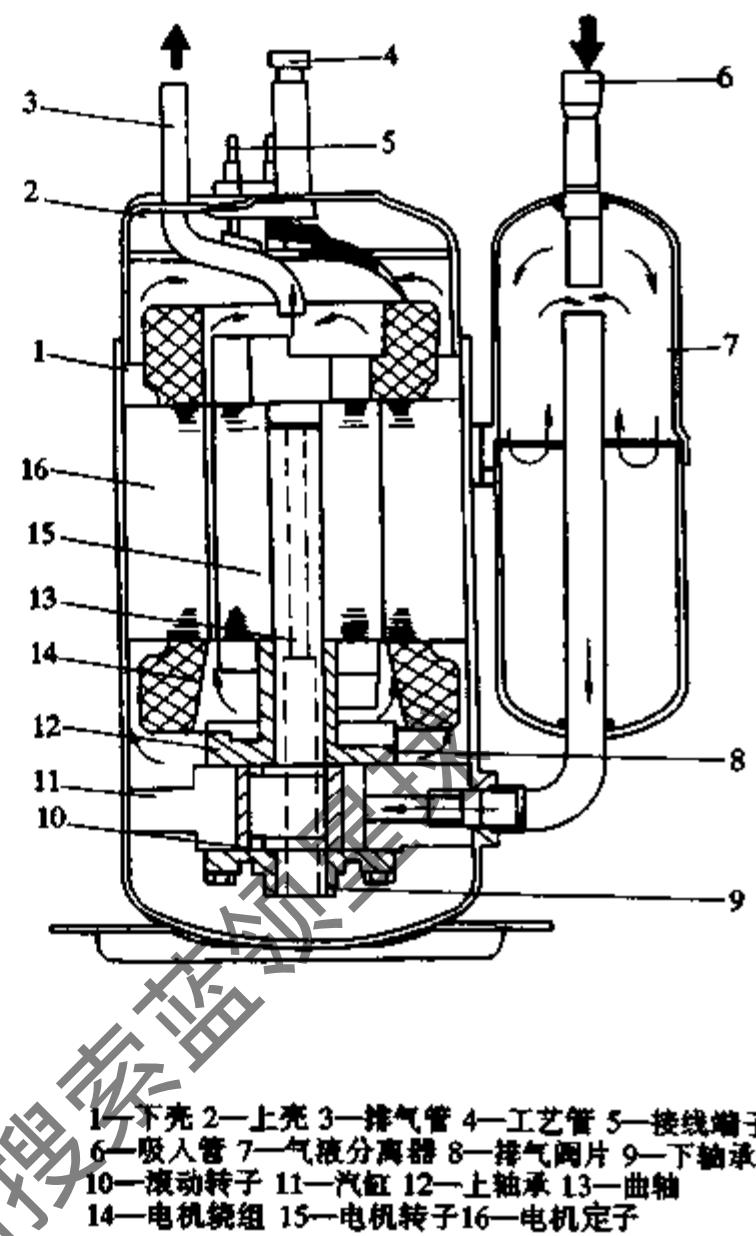

图 2-12 旋转式压缩机结构图
(1) 旋转式压缩机结构。空调器用的旋转式压缩机由壳体组件、电动机组件和压缩机组件三部分组成。壳体组件是由上下壳、接线端子及气液分离器、排气管、工艺管等组成。电动机在壳体内的上部，压缩机在下部，底部注有润滑油。压缩机工作时，蒸气直接进入吸气腔，压缩后的气体排入壳体内，使壳体内处于高温高压状态。电动机组件由定子绕组和电动机转子组成，属于单相两极感应电机。压缩机组件由汽缸、曲轴、滚动转子、上下轴承、排气阀片、叶片和叶片弹簧等组成，见图 2-12。
(2) 旋转式压缩机的工作原理。旋转式压缩机的滚动转子和滑块把汽缸内腔分成吸气腔和排气腔两部分。当曲轴转动时，滚动转子也随之旋转，通过两个月牙形吸气腔和排气腔容积的周期性变化，不断地从蒸发器内吸入低温低压蒸气，压缩后的高温高压蒸气由排气阀排出，形成制冷系统的工作循环。